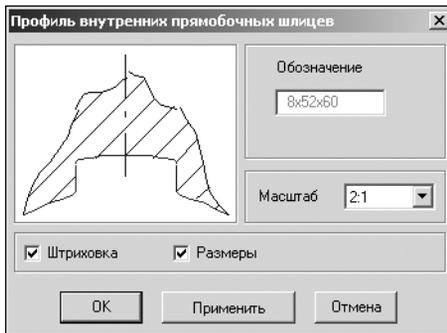

Рис. 5.8.
3. В раскрывшемся меню выберите строку **Профиль шлицев** и щелкните левой клавишей мыши. Откроется окно **Профиль внутренних прямобочных шлицев** (рис. 5.8).